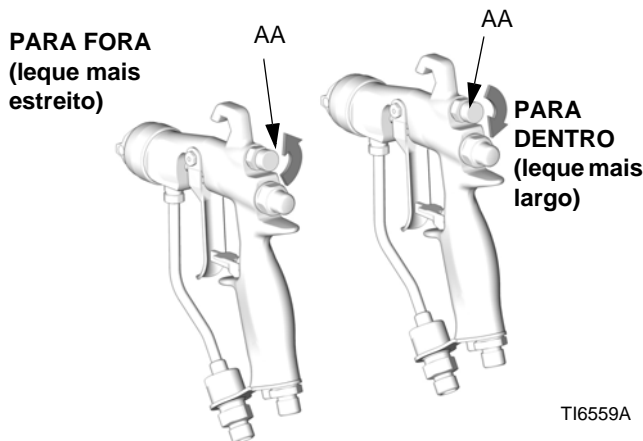

FIG. 5. Botão do leque de ar
1. Consulte FIG. 5. Feche o ar de regulação do leque, rodando o botão (AA) totalmente no sentido dos ponteiros do relógio (para dentro). Deste modo a pistola é regulada para o leque mais amplo.
3. Consulte FIG. 5. Para um leque mais estreito, rode o botão da válvula de regulação do leque (AA) no sentido contrário ao dos ponteiros do relógio (para fora). Se o leque ainda não for suficientemente estreito, aumente ligeiramente a pressão do ar para a pistola ou utilize um bico de tamanho diferente.